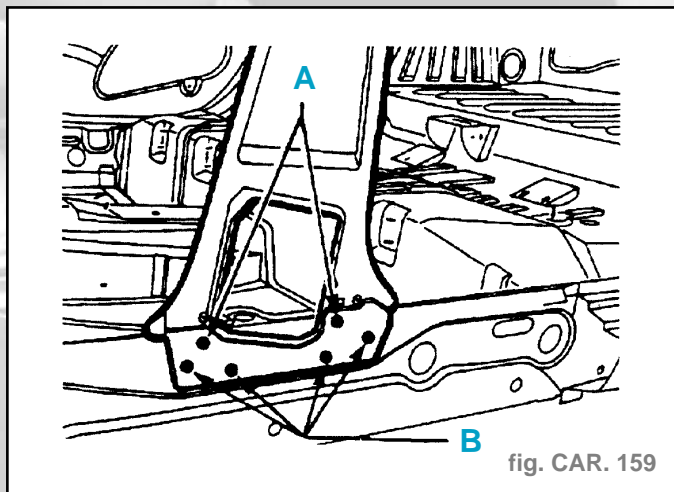

fig. CAR. 159
- Souder par points électriques (suivant A) (fig. CAR. 159).